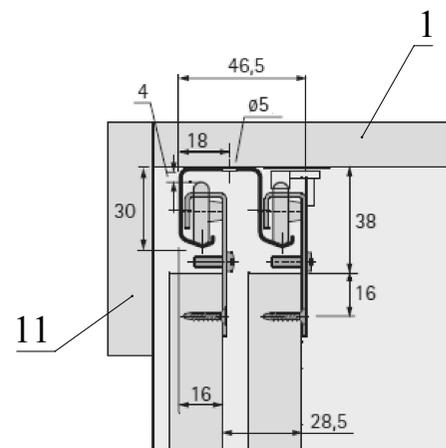

Рис.5
5. Установите верхнюю направляющую на деталь 1 с помощью винтов М6х16, вкручивая их в муфты забивные (Рис. 5).
10. Вставьте дверь с короткими ползунками в первый паз нижней направляющей, а ролики - во второй паз верхней направляющей. Вставьте дверь с длинными ползунками во второй паз нижней направляющей, а ролики- в первый паз верхней направляющей (Рис. 5, 6, 8).